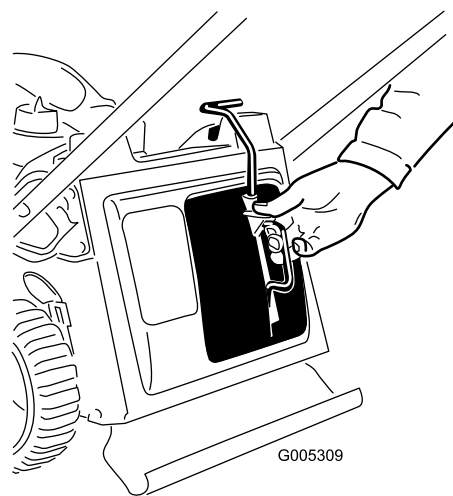

Рисунок 29
1. Снимите заглушку для мульчирования (Рисунок 29).